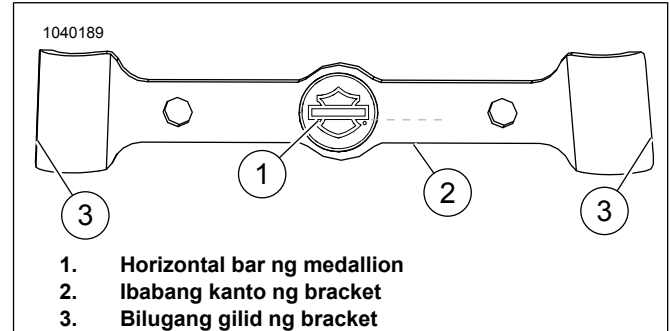
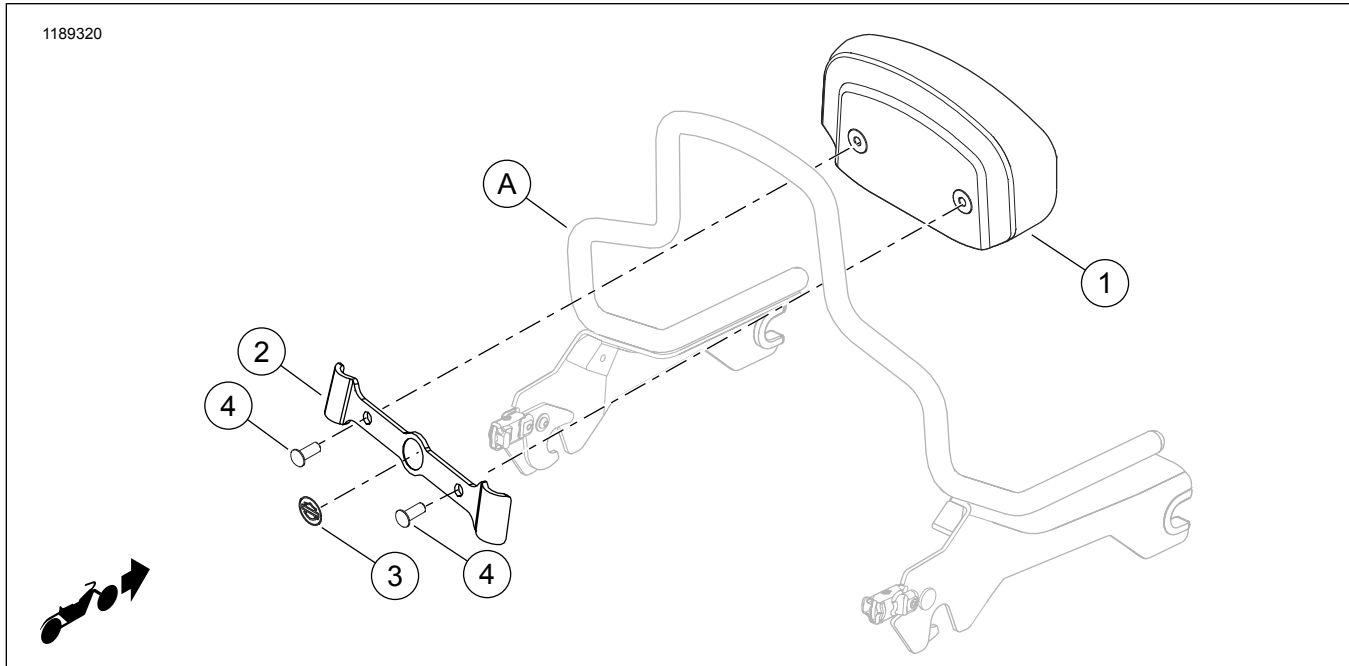

Figure 2. Pagkakahanay ng Medallion
Figure 3. Mga Pamalit na Piyesa: Mga Kit ng Compact Backrest Pad ng Softail
Tingnan ang Figure 3 at Talahanayan 1 .
Tingnan ang Figure 2 . Hindi simetriko ang mga gilid ng bracket (3). Ang lapad sa ibabaw ay mas makitid kaysa sa lapad ng ilalim.
Tingnan ang Figure 2 . Ihanay ang horizontal bag (1) sa medallion sa ibabang kanto (2) ng bracket. Dapat maging parallel ang dalawang ito.
1. Tingnan ang Figure 3 . Kung kinakailangan, gupitin ang plastic na rain seal mula sa dalawang pre-cut na butas ng turnilyo sa backrest pad (1) upang maiwasang maipit ang plastic sa mga thread.
3. Tanggalin ang backing ng pandikit mula sa kaliwa at kanang bahagi ng bracket (3).
- Tingnan ang Figure 2 . Hindi simetriko ang mga gilid ng bracket (3). Ang lapad sa ibabaw ay mas makitid kaysa sa lapad ng ilalim.
- Gumamit ng solution na 50:50 na halo ng isopropyl alcohol at tubig upang linising maigi ang ibabaw ng nakatayo (A) bago ikabit ang bracket (2). Payagang matuyo nang husto. Ikabit habang nasa normal na temperatura ng silid. 10–32 °C (50–90 °F)
5. Iposisyon at diinang mabuti ang bracket (2) sa sissybar.
6. Tingnan ang Figure 3 . Magpasok ng turnilyo (4) na galing sa kit, sa loob ng bracket (2), at dahan-dahang i-thread ito nang 4-5 ikot sa mating hole sa backrest pad. Ulitin sa kabilang turnilyo. **HUWAG** higitan ang turnilyo hanggang sa mailagay ang parehong turnilyo.